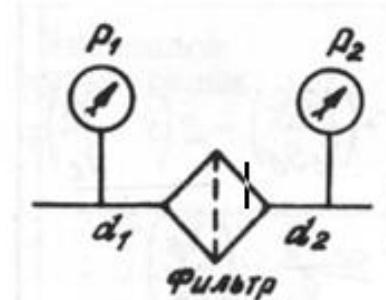

Рис. 5
8. Определить местные потери давления на полнопоточном фильтре, установленном в трубопроводе (рис. 5), если расход жидкости Q , показания манометров $p_1 = 0,1 \text{ МПА}$, $p_2 = 0,25 \text{ МПА}$, а диаметры труб $d_1 = 5 \text{ мм}$, $d_2 = 10 \text{ мм}$, кинематическая вязкость и плотность жидкости $\nu = 0,4 \text{ см}^2/\text{с}$ и плотность $\rho = 1000 \text{ кг}/\text{м}^3$. Потерями на трение по длине пренебречь.